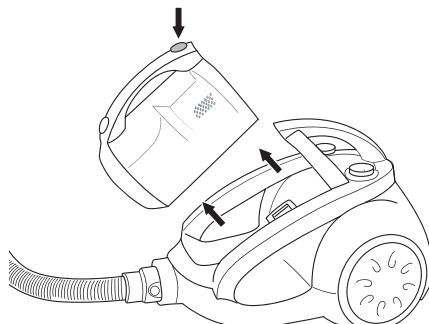

Figura 10
3. Retire el depósito para el polvo; para liberarlo pulse el botón (véase la figura 10) y tire de él hacia afuera, y colóquelo encima de una bolsa de basura.